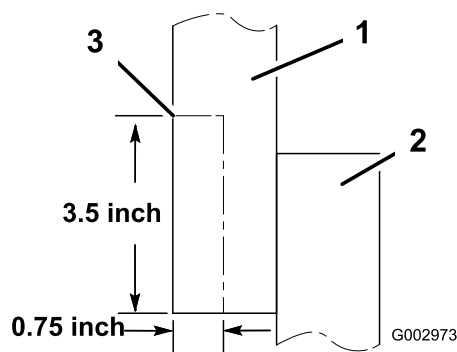

Figura 30
- Sui vecchi modelli è necessario tagliare il gruppo di tenuta per lasciare lo spazio per il flessibile (Figura 30).